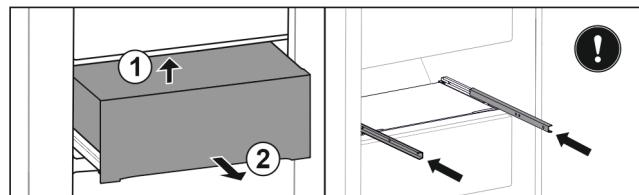

Fig. 29 *
- Nadzvedněte ji zdola ze zadu Fig. 29 (1).*
- Odeberte směrem dopředu Fig. 29 (2).*